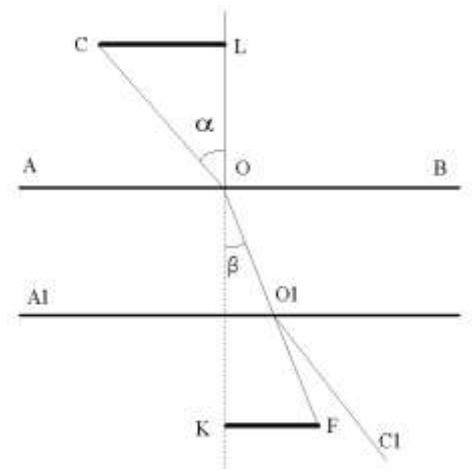

рис.2
3. Після цього, знявши скло та шпильки і позначивши олівцем місця проколів, з'єднайте лініями сліди від проколів (прямі CO і C_1O_1) до перетину їх з лініями AB і A_1B_1 (рис. 2).